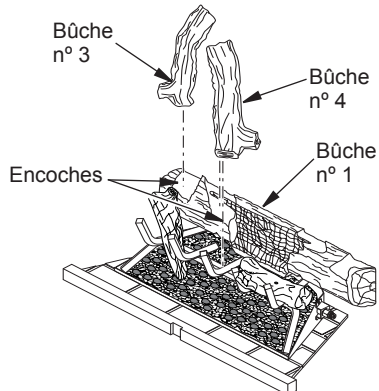
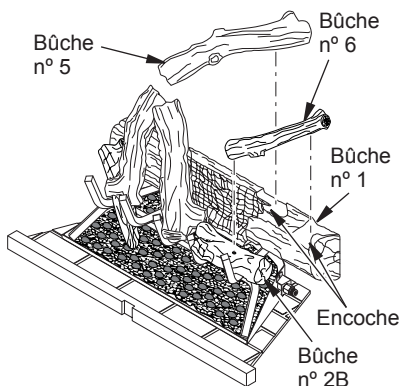
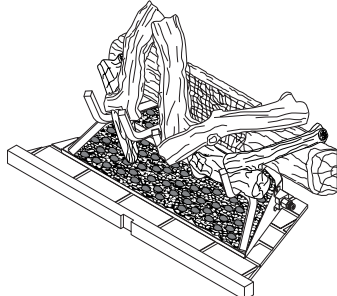

Figure 28 - Installation des bûches n° 3 et n° 4
Figure 29 - Installation des bûches n° 5 et n° 6
Figure 30 - Bûches installées pour les modèles M42E, M42EP, VM42E et VM42EP
3. Placez la bûche n° 3 dans l'encoche de la partie supérieure gauche de la bûche n° 1, prenant soin de faire reposer l'extrémité inférieure sur les deux doigts de gauche de la grille (voir figure 28).
- Placez l'extrémité supérieure de la bûche n° 4 dans l'encoche de la bûche n° 1, tel qu'illustré à la figure 28, page 16. Faites reposer l'extrémité inférieure de la bûche n° 4 sur le doigt central de la grille, tel qu'illustré à la figure 29.
- Placez l'extrémité supérieure de la bûche n° 5 dans l'encoche du côté droit intérieur du haut de la bûche n° 1 (voir figure 29). Faites reposer l'extrémité inférieure de la bûche n° 5 sur le doigt central de la grille, tel qu'illustré à la figure 30.
- Placez la bûche n° 6 dans l'encoche droite supérieure de la bûche n° 1 (voir figure 29). Faites reposer l'extrémité de la bûche n° 6 sur le dessus de la bûche n° 2B (voir figure 30).